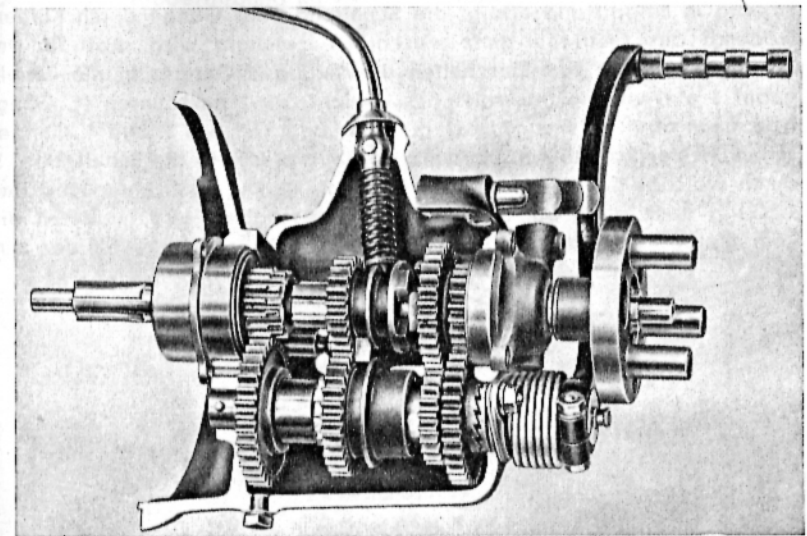

Abb. 27. Getriebe der R 2-Maschine
a) Getriebe der R 2-Maschine. Dieses hat drei Gänge und zwei Leergangstellungen. Sämtliche Zahnräder, auch die des zweiten Ganges, sind ständig in Eingriff, sämtliche Gänge werden durch Klauen geschaltet, deshalb größte Schonung beim Schalten. Die als Keilwelle ausgebildete Hauptwelle liegt in gleicher Mittelachse wie die Kurbelwelle und ist vorn mit ihrem zylindrischen Zapfen in der Antriebswelle und hinten in einem Kugellager gelagert. Die Antriebswelle läuft im Getriebe in einem Kugellager und am vorderen Ende im hohlgebohrten Kurbelwellenzapfen. Unter der Hauptwelle ist die Nebenwelle auf einer feststehenden Achse mit Bronzebüchsen gelagert. Abb. 27.
Zum **Antreten des Motors** dient ein Fußanwerfhebel. Bei der **R 2-Maschine** bewegt sich der Fußanwerfhebel senkrecht zur Radlängsmittellebene. Er überträgt die eingeleitete Drehbewegung auf eine Welle, die an ihrer Stirnseite mit Klauen versehen ist und beim Abwärtstreten des Anwerfhebels in die Klauen eines Zwischenrades eingreift, das drehbar auf der Nebenwelle gelagert ist und in ein Stirnrad auf der Hauptwelle eingreift, das mit dem Stirnrad des kleinen bzw. ersten Ganges ein Stück bildet. Eine starke Feder hält den Fußanwerfhebel in seiner oberen Stellung fest bzw. zieht ihn nach Gebrauch immer in diese zurück, wodurch gleichzeitig die Klauen der Übertragungswelle außer Eingriff gebracht werden. **Abb. 27.**